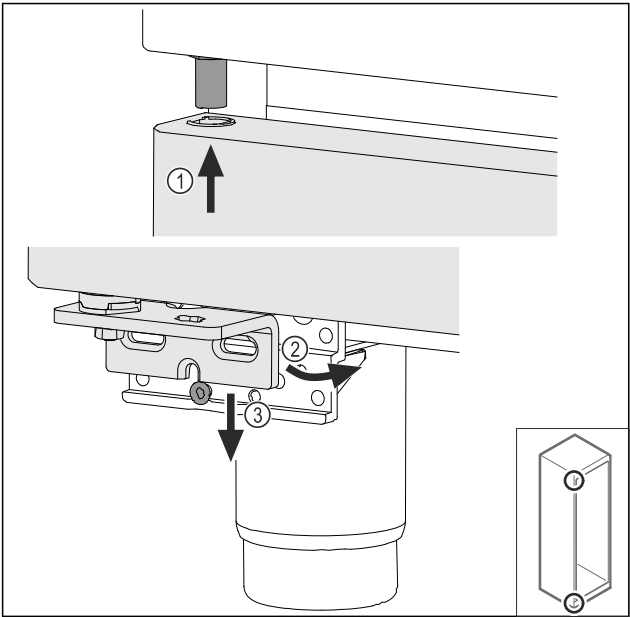

Fig. 34
- 使门稍微倾斜，并从顶部穿入 Fig. 34 (1)，摆正门 Fig. 34 (2) 并将底部安放在托架螺栓 Fig. 34 (3) 上。